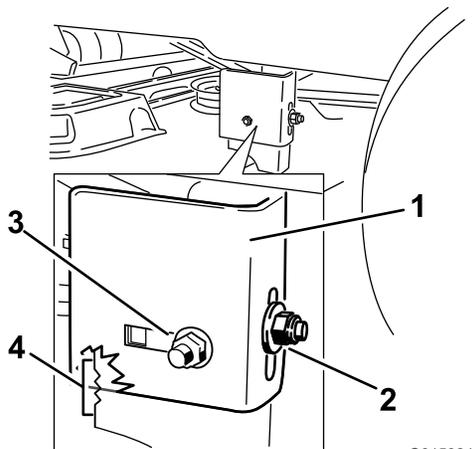

Figure 51
13. Arrêtez le tablier de coupe et vérifiez sa hauteur, puis serrez l'écrou de blocage arrière sur le support pour fixer cette nouvelle position (Figure 51).